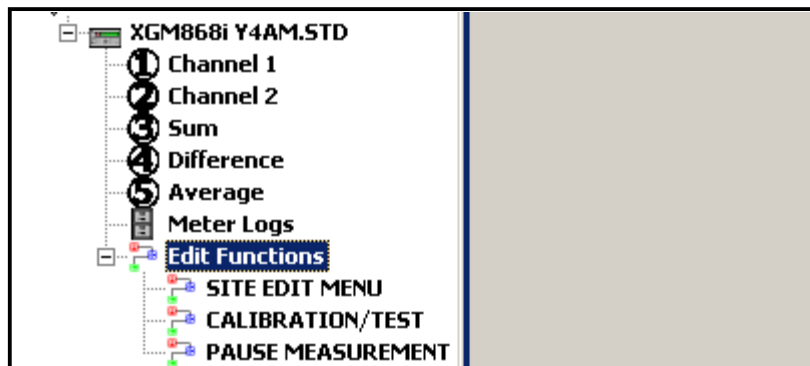

Figure 9 : Menus dans l'option Fonctions de modification
4. Développez l'option Fonctions de modification. La fenêtre apparaît maintenant similaire à celle illustrée à la Figure 9.